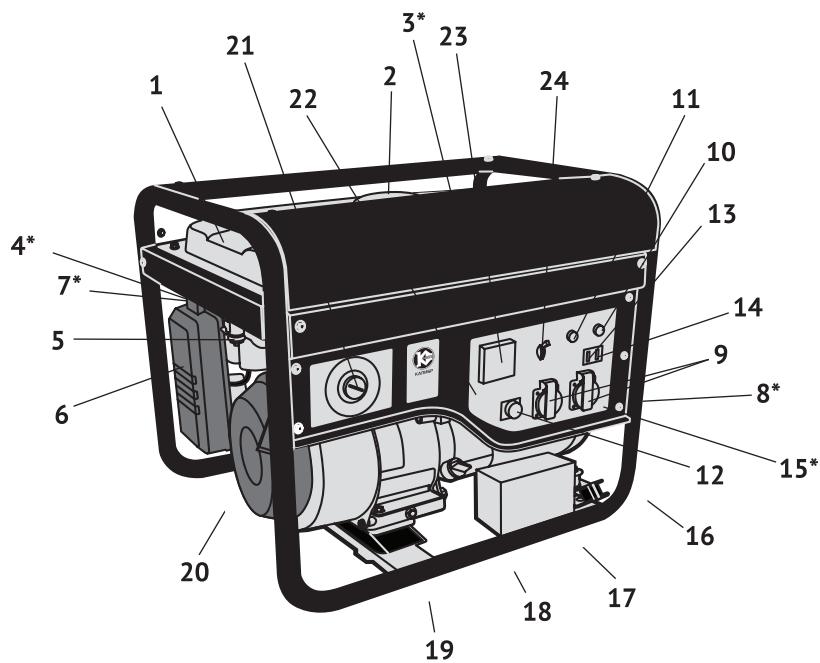

рис.1
Коленчатый вал, приводимый во вращение возвратно-поступательными движениями поршня двигателя, передаёт крутящий момент на вал якоря генератора. Передача осуществляется через коническое сопряжение ротора генератора и вала двигателя. При этом образуется самоцентрирующаяся трёхопорная схема соединения. С обмоток статора генератора напряжение подводится: через систему стабилизации на розетки переменного тока 220В (рис.1 поз.9) или через выпрямительный блок на розетку постоянного тока (рис.1 поз.14).
2.4 Общий вид бензогенератора представлен на рис.1
Соединение автоматического блока управления с бензогенератором производится специальным кабелем, подключаемым к разъёму (рис.1 поз.12) на панели управления (рис.1 поз.22) бензогенератора.
3.2 Бензогенератор оснащён одноцилиндровым четырёхтактным двигателем внутреннего сгорания с верхним расположением клапанов и нижним расположением коленчатого вала. Верхнее расположение клапанов снижает теплонапряжённость двигателя. При этом достигается более высокая выходная мощность в меньшем рабочем объёме при эффективном сгорании топлива. Двигатель имеет карбюраторную систему питания. Смазка осуществляется разбрызгиванием масла в картере. Пуск двигателя осуществляется или ручным тростковым возвратным стартёром (рис.1 поз.20) или ключом замка зажигания (рис.1 поз.21) электрического стартёра.
3.4 Двигатель и генератор закреплены на трубчатой раме (рис.1 поз.16) через амортизаторы, что снижает вибрацию аппарата и уменьшает уровень шума при работе. Все элементы бензогенератора имеют удобный доступ для обслуживания и ремонта.
4.2.3 Обеспечение требований электробезопасности: Эксплуатация бензогенератора должна производиться в строгом соответствии с требованиями «Правил техники электробезопасности при эксплуатации электроустановок». Электрическая сеть подключения потребителей относится к системе с изолированной нейтралью, предусматривающей защитное заземление открытых токопроводящих частей корпуса. В зависимости от местных условий (состав грунта, его влажность и т.п.) изменяется качество заземления. Во всех случаях защитное заземление должно иметь сопротивление не более 4-х Ом. Во время работы бензогенератора его клемма заземления (рис.1 поз.15) должна быть подсоединена к заземлителю. Практически это требование может быть реализовано следующими способами: